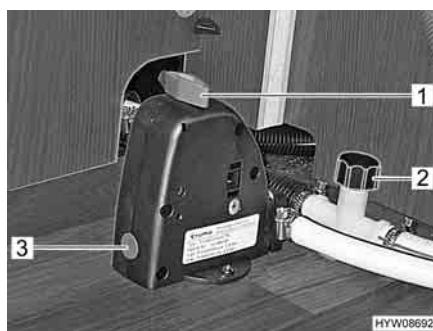

Fig. 94 Valvola di sicurezza/di scarico e rubinetti di scarico
- Chiudere la valvola di sicurezza/di scarico (Truma). A tal fine ruotare la manopola (Fig. 94,1) verticalmente rispetto alla valvola di sicurezza/di scarico e premere verso l'interno il bottone automatico (Fig. 94,3). Con temperature inferiori a 6 °C non è possibile chiudere la valvola di sicurezza/di scarico.
- Chiudere i rubinetti di scarico (Fig. 94,2). Chiudere i coperchi in senso orario oppure posizionare la leva a bilanciere in posizione orizzontale. L'ubicazione delle valvole di sicurezza/di scarico e dei rubinetti di scarico è riportata al paragrafo "Posizione dei rubinetti di scarico delle valvole di sicurezza/di scarico", alla fine di questo capitolo.
- Aprire i rubinetti di scarico (Fig. 94,2). A questo scopo, ruotare il coperchio in senso antiorario o posizionare verticalmente la leva a bilanciere.
- Aprire la valvola di sicurezza/di scarico (Truma). A tal fine ruotare la manopola (Fig. 94,1) nel senso della lunghezza della valvola di sicurezza/di scarico.